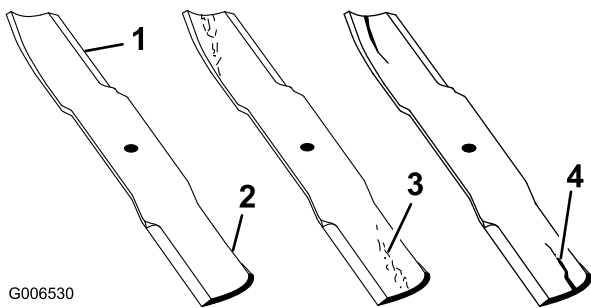

Figure 90
1. Examinez le tranchant des lames (Figure 90). Si les lames coupent mal ou présentent des indentations, déposez-les et aiguisiez-les; voir Aiguisage des lames.
2. Inspectez les lames, surtout la partie relevée (Figure 90). Remplacez immédiatement toute lame endommagée, usée ou qui présente une entaille (Figure 90).